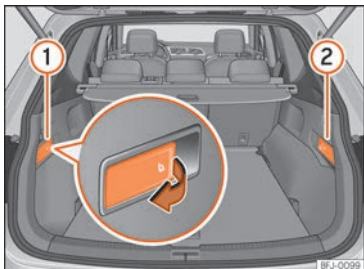

Abb. 115 Im Gepäckraum: Hebel zum Entriegeln des linken Teils ① und des rechten Teils ② der Rücksitzlehne.
- Entriegelungshebel »» **Abb. 115** von dem Lehnenteil ziehen, der vorgeklappt werden soll.